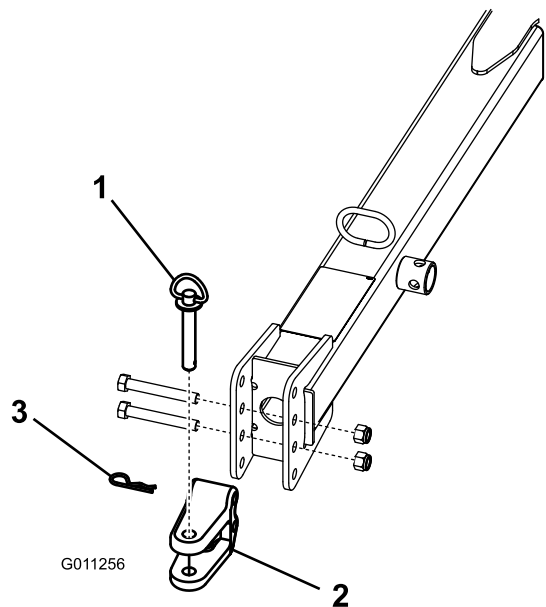

Bild 10
- Entfernen Sie die Schrauben und Sicherungsmuttern, mit denen der Anbauvorrichtungsstift (Bild 10) an der Anbauvorrichtung befestigt ist.